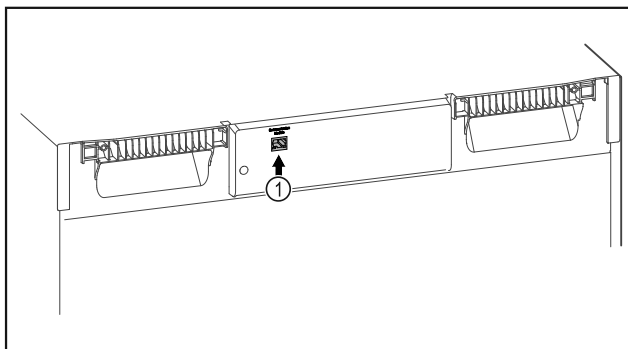

Fig. 71
- ☐ SmartModule Fig. 71 (1) se rabi.